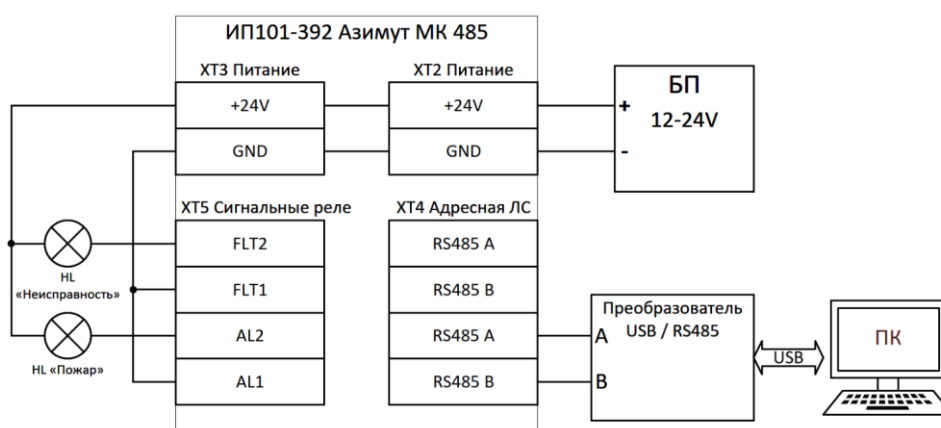

Рис.5 Схема проверки работоспособности извещателя ИП101-392 Азимут МК 485
8.2.1 Собрать схему для проверки работоспособности в соответствии с рисунком Рис.5
Состояние контактов реле можно проверить по свечению контрольных ламп по тестовой схеме (Рис.5).